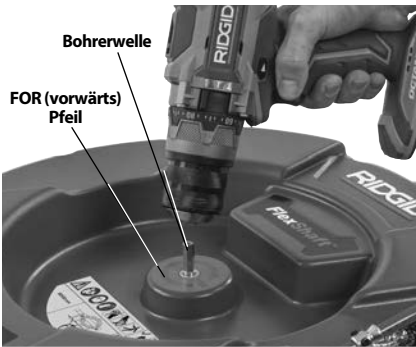

Abbildung 4 – Befestigung des Bohrers an der Bohrerwelle
7. Entnehmen Sie den Akku aus dem Bohrer (*siehe technische Daten*). Setzen Sie das Bohrfutter sicher auf die Sechskant-Bohrerwelle (*Abbildung 4*). Stellen Sie die akkubetriebene Drehmomenteinstellung auf den maximalen Wert ein (nicht auf Position „Bohren“). Bohrgeschwindigkeit zwischen 1800 und 2500/min. einstellen und den Drehrichtungsschalter auf VORWÄRTS (FOR) stellen (*siehe Richtungsanzeige am vorderen Gehäuse*).
5. Überprüfen Sie, ob der Richtungsschalter auf Vorwärts gestellt ist. Betätigen Sie den Bohrschalter kurz und achten Sie auf die Drehrichtung des Bohrfutters. Die Richtung sollte dem Pfeil „FOR“ (Vorwärts) an der Trommel entsprechen (siehe Abbildung 4). Lassen Sie die Spirale nicht rückwärts rotieren, außer in den ausdrücklich in dieser Anleitung beschriebenen Fällen. Läuft die Spirale rückwärts, kann sie beschädigt werden.